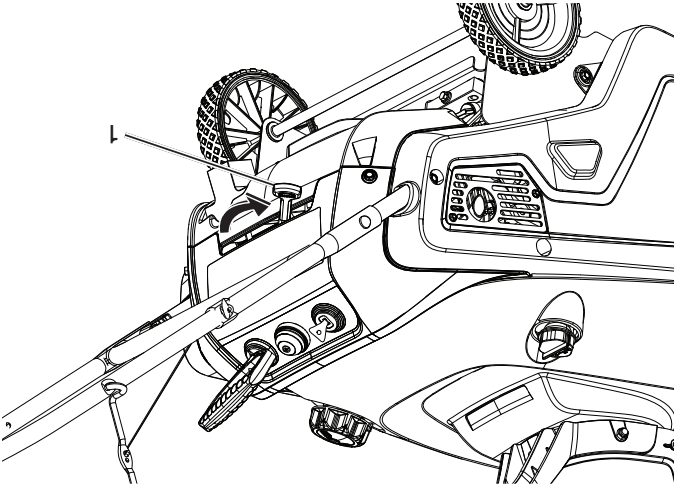

Figure 10 1. Levier du démarreur
2. Déplacer la commande des gaz à la position de gauche (Figure 10).